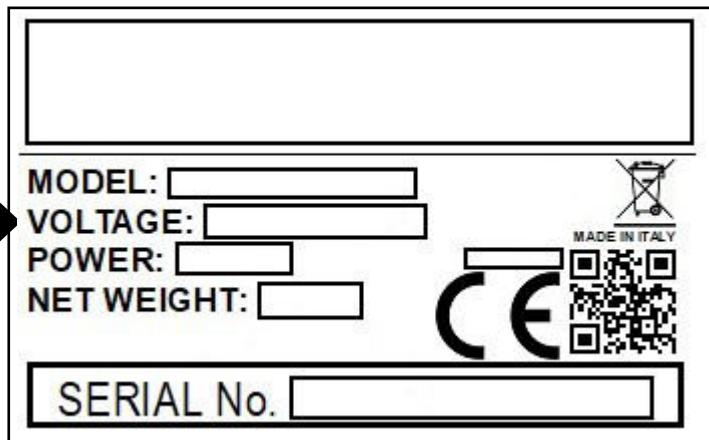

Fig. 1
- a) Vergewissern Sie sich, ob die Spannung am Typenschild der Maschine mit der Ihres Stromnetzes übereinstimmt (**Abb. 1**).